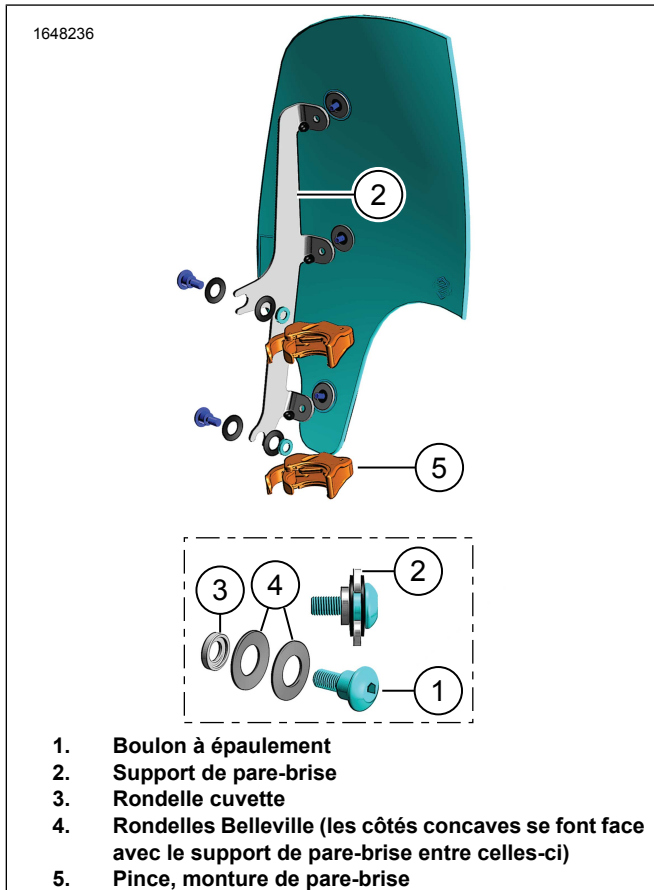

Figure 3. Bride de fixation du pare-brise
2. Voir la Figure 3. Retirez les brides (5) et les kits de pièces de l'emballage.